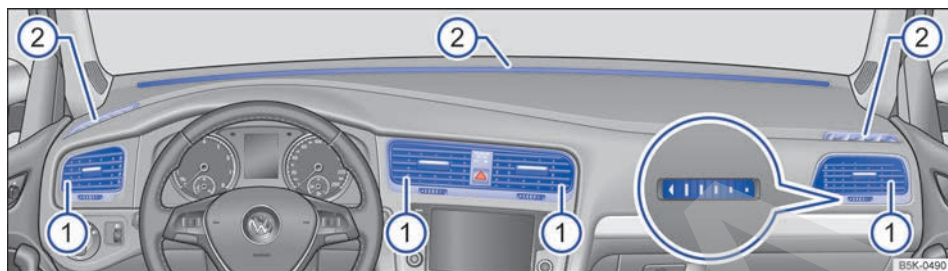

Fig. 173 En el tablero de instrumentos: difusores de aire.
Para conseguir una calefacción, una refrigeración y una ventilación suficientes en el habitáculo, los difusores de aire \Rightarrow fig. 173 ① deberán permanecer abiertos.